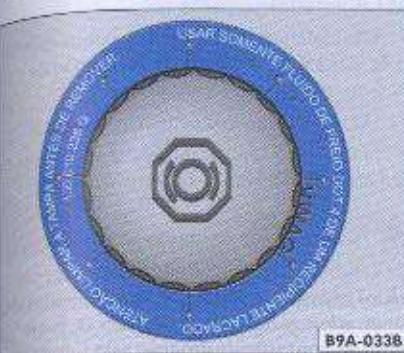

Fig. 117 Etiqueta circular encajada abajo de la tapa del depósito de líquido de frenos
- Limpie la tapa antes de sacarla y colocarla en el depósito para cerrarlo → página 179, fig. 117.